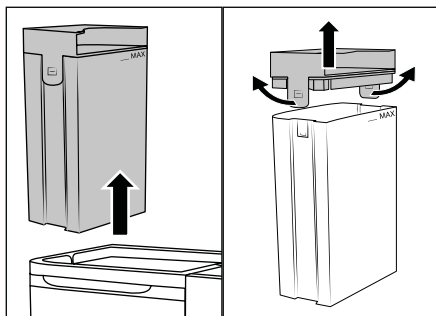

Fig. 5
(1) Utilize apenas água canalizada fria ou morna ou água destilada para encher o reservatório de água limpa 2. Não utilize água a ferver. (2) Nunca utilize o aparelho sem água no reservatório de água limpa 2. (3) Utilize apenas produtos de limpeza de estofos comuns não espumosos ou o **produto de limpeza com vinagre LIDL W5**. Outros produtos de limpeza poderão danificar o aparelho. Recomendamos a adição de três colheres de **produto de limpeza com vinagre LIDL W5** para um enchimento total (1,7 litros) do reservatório de água limpa 2. Se necessário, aumente gradualmente a quantidade de produto de limpeza com vinagre, até obter o resultado pretendido.
- ◆ Agarre o reservatório de água limpa 2 pela pega da tampa 1 e puxe-o para cima, para o retirar do aparelho (ver fig. 5).
- ◆ Puxe ligeiramente para fora as duas patilhas de fixação e retire a tampa ❶ (ver fig. 5).
- ◆ Encha o aparelho com água canalizada ou com água destilada e, se necessário, adicione produto de limpeza de estofos ou o produto de limpeza com vinagre W5. Tenha em atenção as instruções de utilização do fabricante. Certifique-se de que o nível de água no reservatório de água limpa ❷  não ultrapassa a marcação MAX.
- ◆ Coloque a tampa ❶ no reservatório de água limpa ❷  e pressione-o para baixo, até ambas as patilhas de fixação encaixarem.
- ◆ Agarre o reservatório de água limpa ❷  pela pega da tampa ❶ e volte a colocá-lo no aparelho.